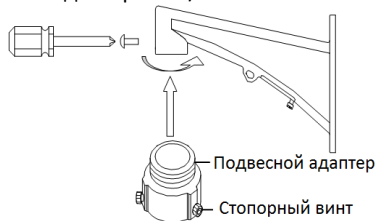

Рисунок 2-31 Подвесной адаптер
- Кронштейн на рисунке 2-25 является рекомендуемым кронштейном для данной серии скоростных поворотных камер, подвесной адаптер требуется, только если выбран другой тип кронштейна. Смотрите рисунок 2-31.